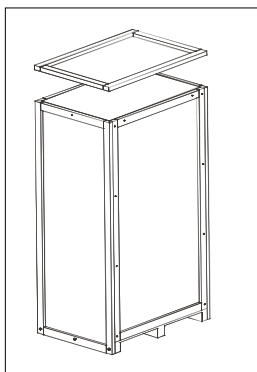

图 2-1
1. 拆顶盖，用套筒卸掉上面的木螺丝，然后把顶盖取下（图 2-1）。